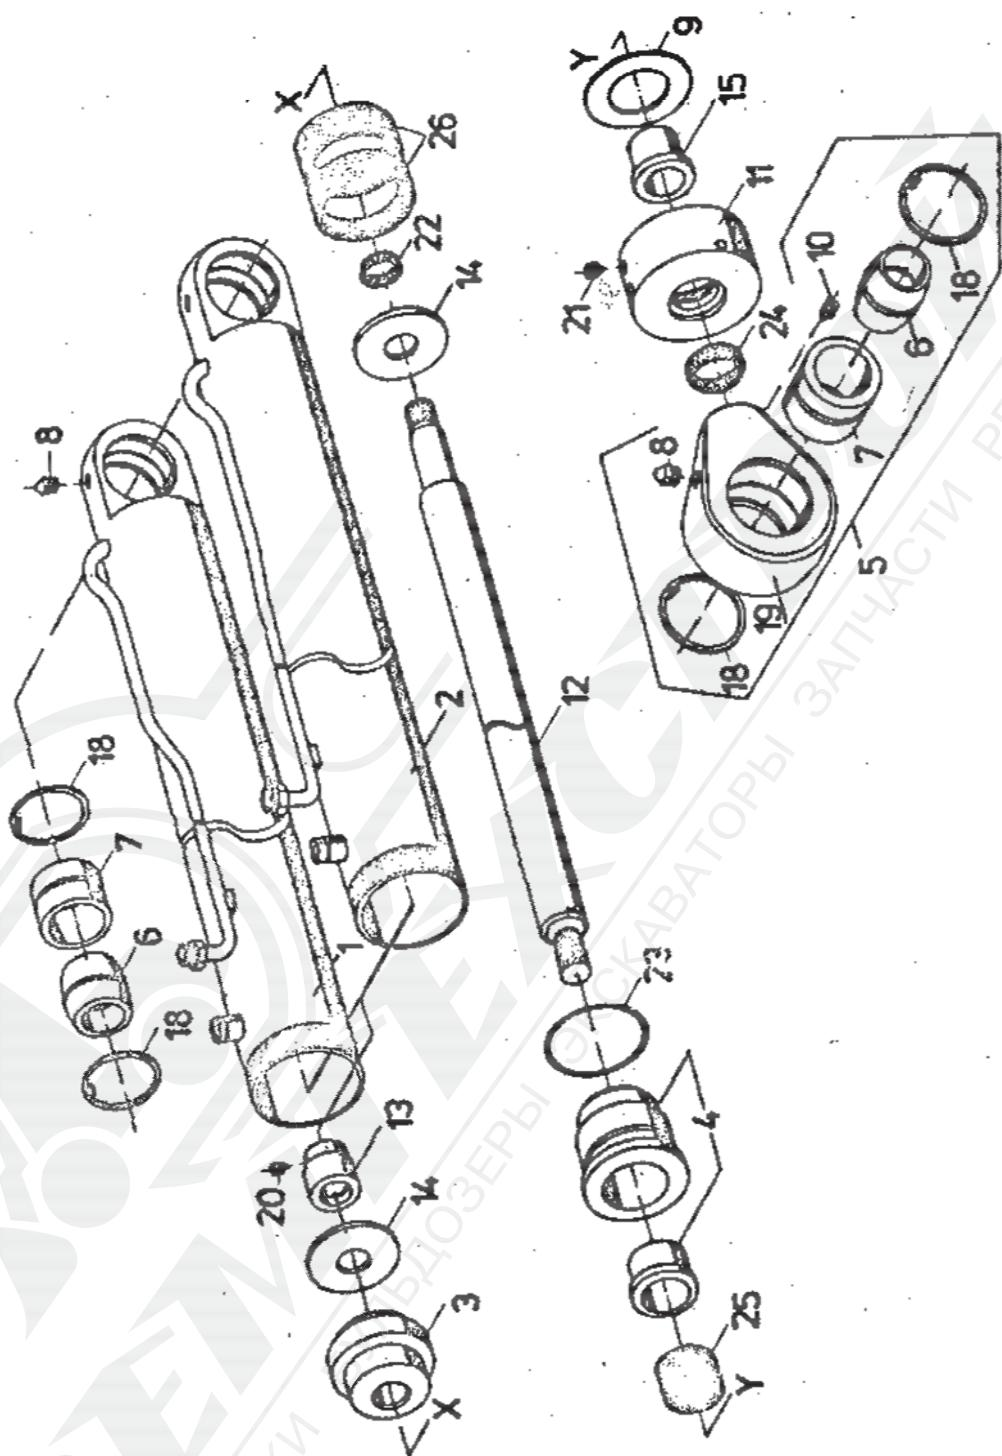

Рис. 1-14. Гидравлический цилиндр подъёма стрелы
1.8.3. Демонтаж гидравлических цилиндров наклона ковша и подъёма стрелы /рис. 1-14 и 1-15/.
Описание рис. 1-14.